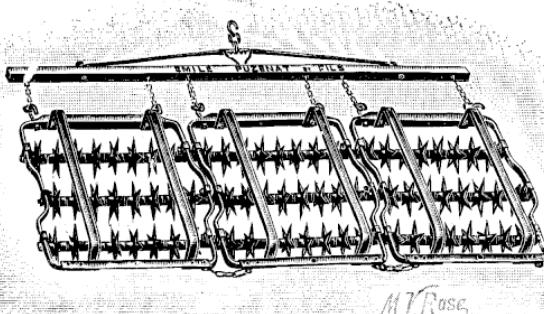

FIG. 66
- 1^o Deux traîneaux par compartiment (fig. 66) sur lesquels on traîne la Herse après l'avoir retournée ;